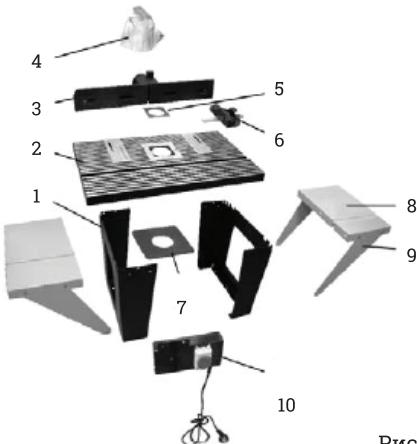

Рис. 2.
Нажмите зеленую кнопку выключателя (10) (см. рис. 2) фрезерного стола.